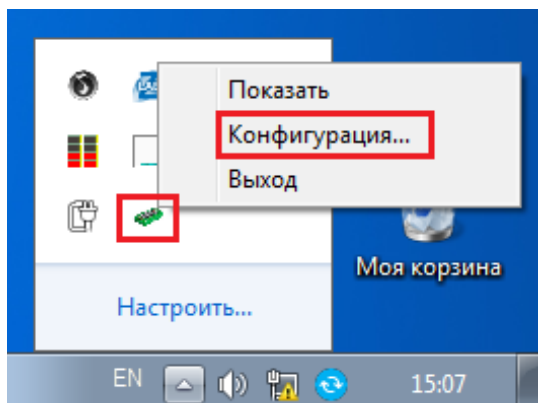

Рис.8.5 Контекстное меню программы «ZET7xxx OPC Server»
6. После запуска программы она автоматически скроется в области уведомлений на панели задач. Нажатием правой клавиши мыши по иконке программы «ZET7xxx OPC Server» следует вызвать контекстное меню, а затем активировать опцию «Конфигурация...» (Рис.8.5).